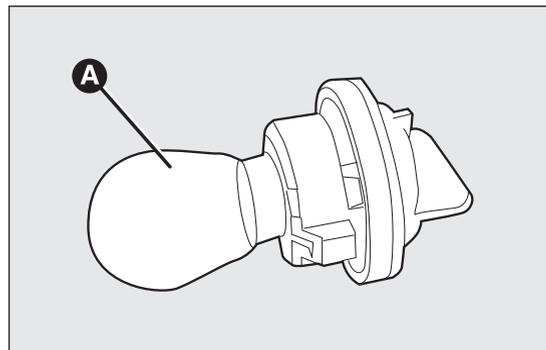

fig. 144
- estrarre la lampada A fig. 144 e sostituirla;